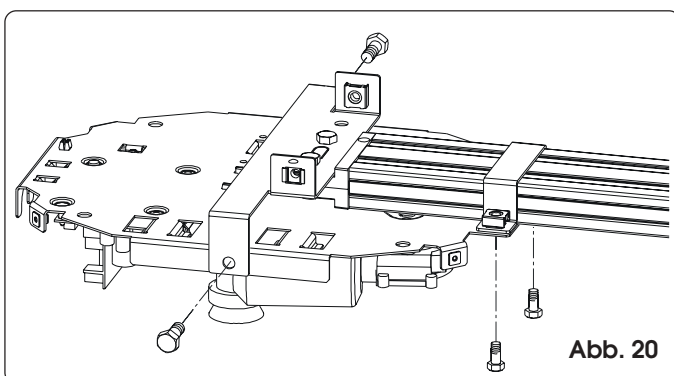

Abb. 20
- 4) Befestigen Sie den Antrieb an der Laufschiene (Abb. 20).